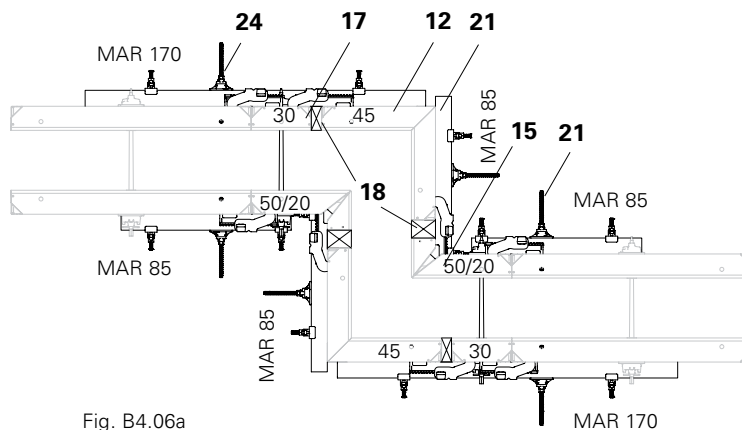

Fig. B4.06a
- Comp. in legno a cura cantiere (18)
- (Fig. B4.06a + B4.06b)